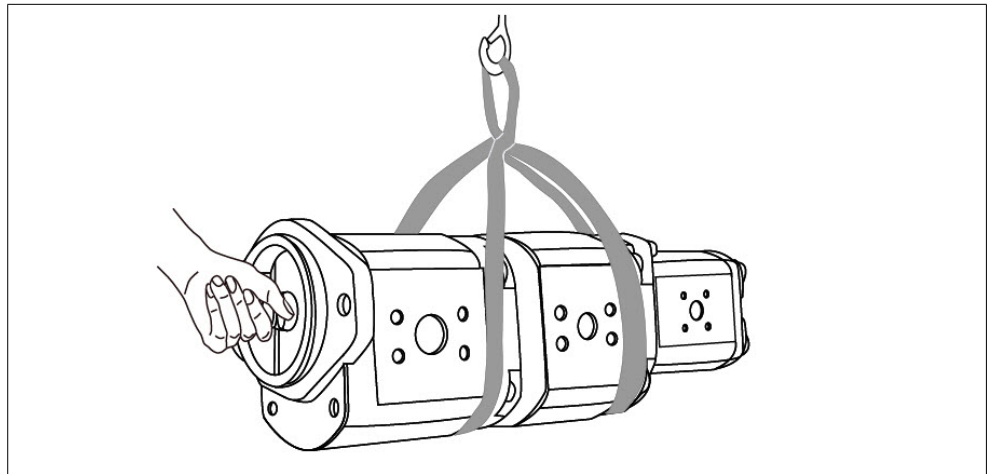

Abb. 5: Transport mit Hebeband
- ▶ Legen Sie das Hebeband so um die Außenzahnradereinheit, dass es weder über Anbauteile (z. B. Ventile) verläuft, noch dass die Außenzahnradereinheit an Anbauteilen aufgehängt wird (siehe Abb. 5).